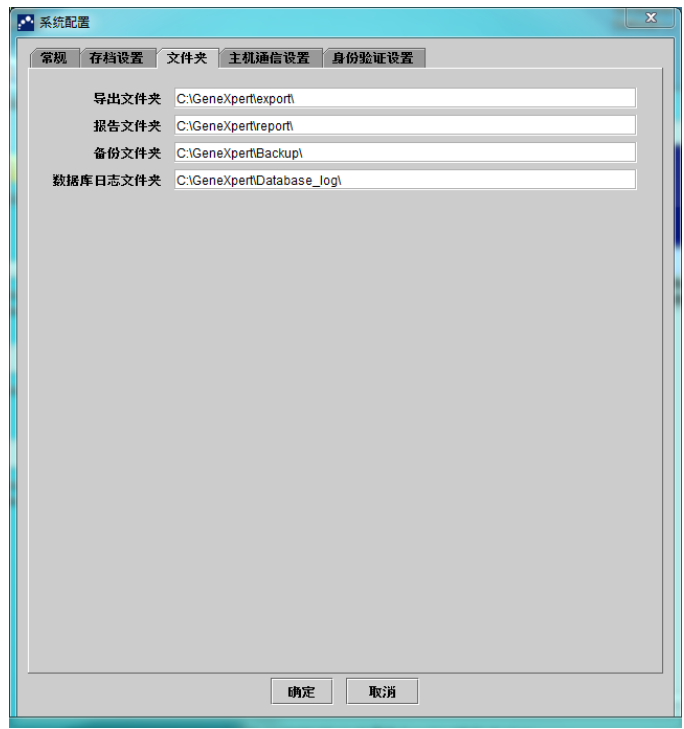

图 2-80. “系统配置”对话框（“文件夹”选项卡）
- 2. 单击**文件夹**选项卡。出现**文件夹**选项卡。参见图 2-80。